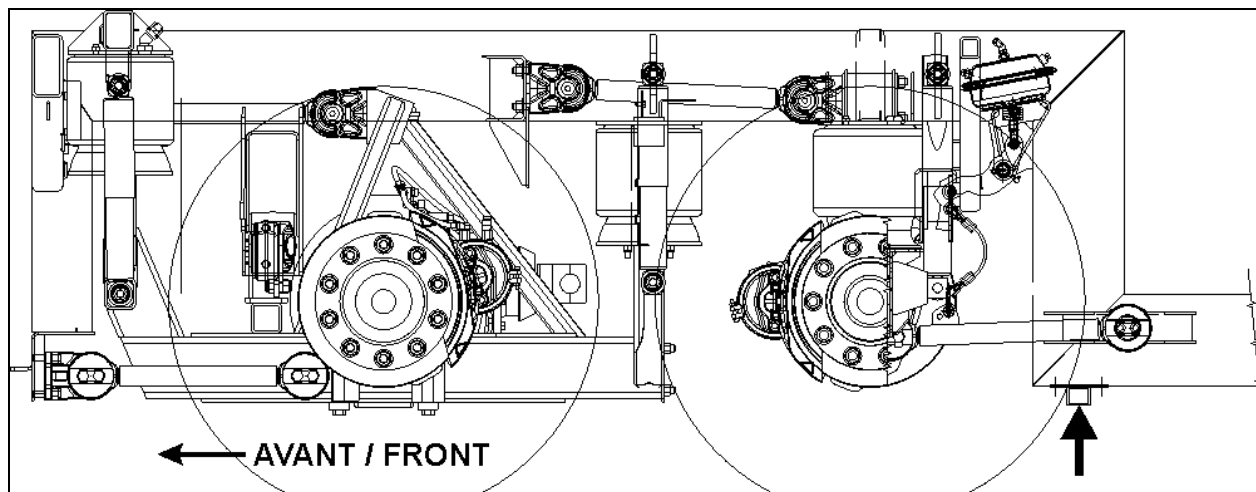

FIGURE 2
4. À l'aide d'une chandelle placée de chaque côté du véhicule, supporter le châssis arrière. Voir la figure 2 pour le bon emplacement des chandelles.